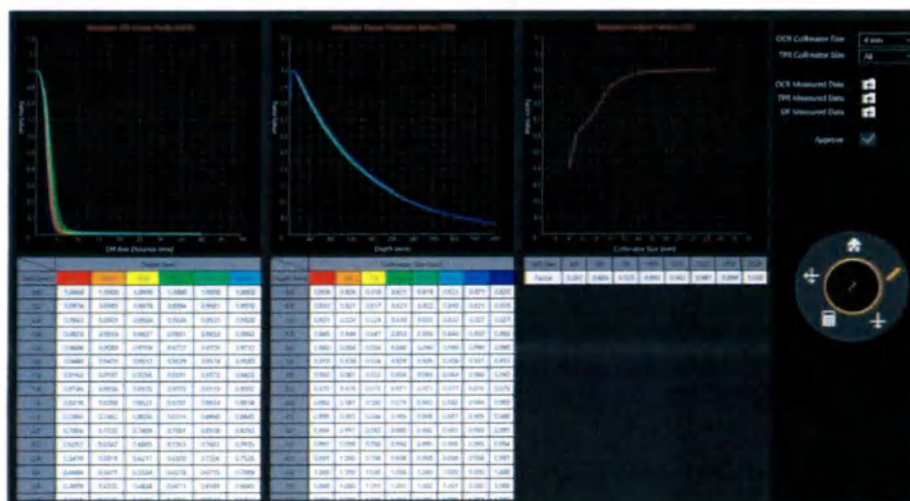

Рисунок 10.6. Проверка измеренных данных пучка
4. Просмотрите все коллиматоры и соответствующие данные (см. рисунок 10.6).